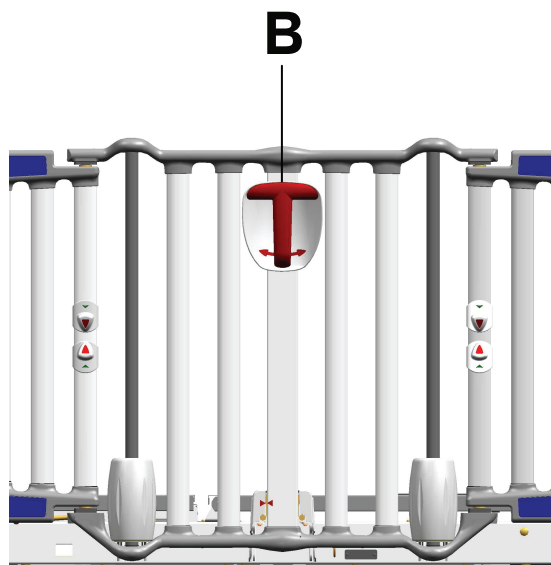

Figure 6 – Poignée d'activation de barrière latérale
1. Saisir la poignée d'activation de la barrière latérale (B), appuyer sur la gâchette d'activation et tourner la poignée vers la gauche ou la droite (Figure 6).